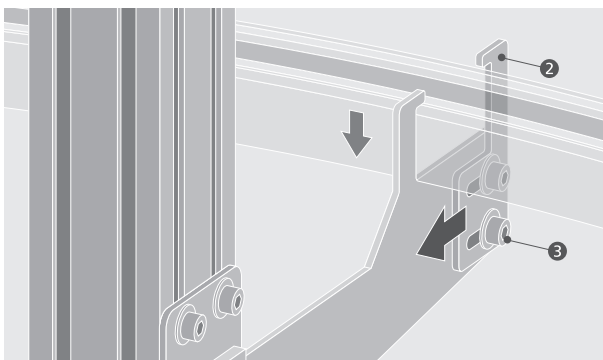

Abbildung 5.5.2
- Klemme (2) in die Klemmposition schieben und Zylinderkopfschrauben (3) festdrehen. Anzugsdrehmoment 21 Nm. (Abb. 5.5.2)